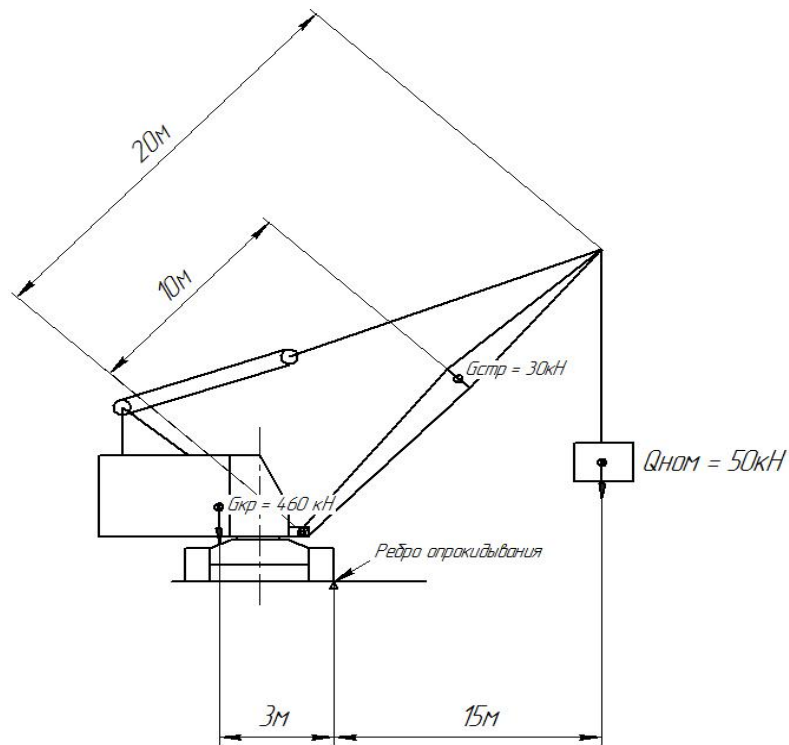

Рис. 2
2. Определите коэффициент устойчивости крана, изображенного на рис. 2.